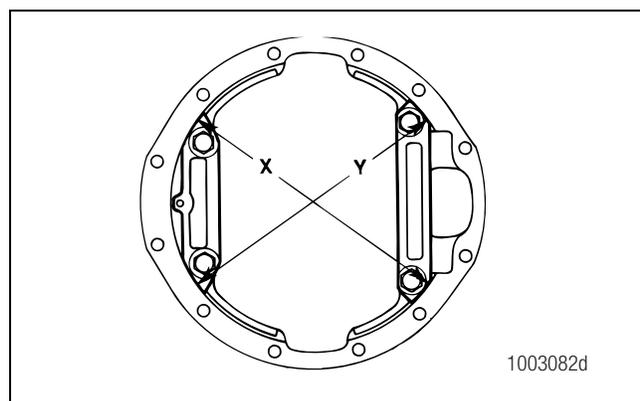

Figure 5.58
2. Utiliser un micromètre pour mesurer la distance X ou Y entre les surfaces opposées des chapeaux de roulement. Figures 5.58 et 5.59. Noter la mesure.